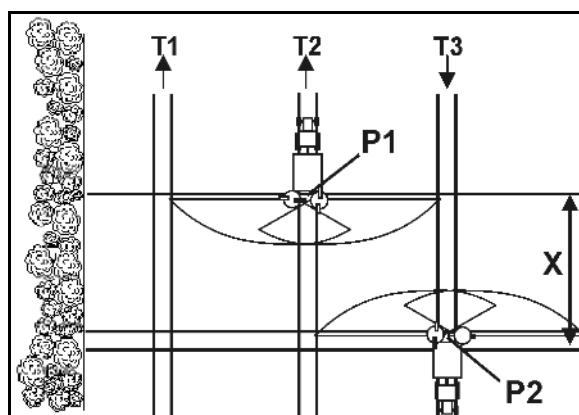

Fig. 46
- Åbn lukkeskyderen efter indkørsel i køresporet på punkt P1 (Fig. 46) hvis spredeskiverne er fjernet med strækningen X fra køresporet på forageren.
- Luk spjældet, før der køres ud fra køresporet på punkt (Fig. 46) hvis spredeskiverne befinder sig i samme højde som det første sprøjtespor på forageren.